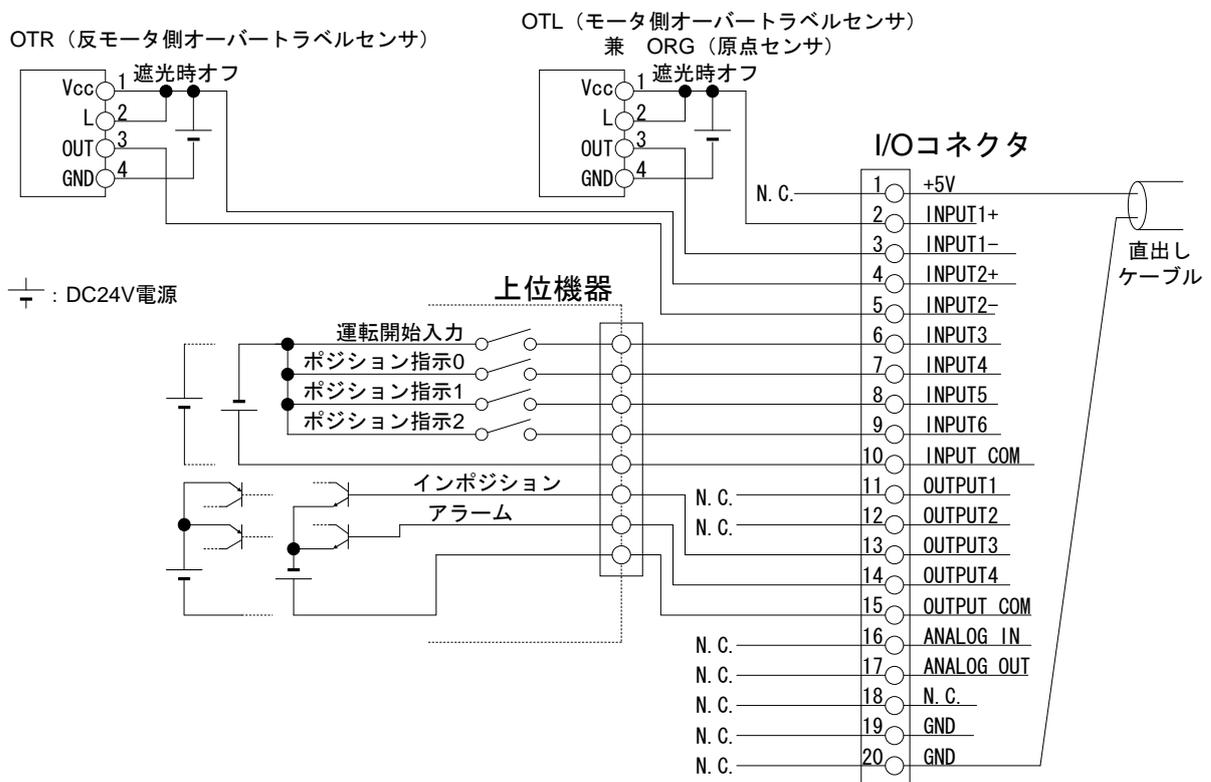

図 7.8 ポジション運転時 (オーバートラベルセンサ兼原点センサ設置) I/O コネクタ配線例
- 配線例を図 7.8 に示します。ポジション運転および簡易プログラム運転の概要については、「5.3 外部機器構成」を参照してください。
① 外部機器および上位機器とポジショニングアクチュエータが正しく配線されているか確認
- 図 7.8 に配線例を示します。
INPUT1 に接続しているオーバートラベルセンサ（図 7.8 では OTL 兼 ORG）にドッグが差し掛かった場合は、その時点で緊急停止と認識されスライダが停止し、ステータス LED の青色が連続点灯したまま赤色が 6 回点滅している状態（緊急停止状態）となります。